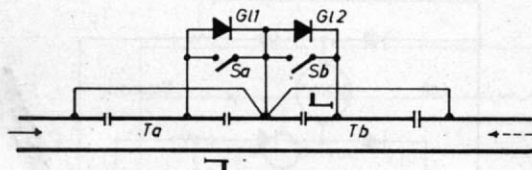

Abb. 5. Schaltbild für den reinen Oberleitungsbetrieb mit Gleichstrom, vorgeschlagen von Herrn Ing. H. Knopf, Graz. Die Trennstellen liegen in der Oberleitung.
D) Wendezüge im „ehrlchen“ Oberleitungsbetrieb (Abb. 5)
Die Schaltung für den Oberleitungsbetrieb mit Gleichstrom zeigt Abb. 5 und wurde von Herrn Ing. H. Knopf, Graz, eingesetzt:
Hinsichtlich der Lage der Trennstrecken in der Oberleitung ist zu beachten, daß sich die Trennstrecke Ta direkt vor dem Signal befindet, wenn bei einer Fahrt von links nach rechts (ausgezogener Pfeil in Abb. 5) die Lok vorn am Zug ist. Trennstrecke Tb muß sich dann – da für die Gegenrichtung „zuständig“ (gestrichelter Pfeil) – etwa 1 Zuglänge vor dem Signal befinden.
Die Trennstrecken sind nur in der Oberleitung erforderlich. Das Gleis selbst kann ohne Unterbrechung durchlaufen und ist in seiner Gesamtheit in Abb. 5 durch den unteren durchgezogenen Strich symbolisiert.“
Abb. 5. Zwei mit der MKD 6 gekuppelte Piko-Wagen mit festen Puffern auf einem gebogenen Fleischmann-Gleis mit Normalradius. Die beiden unteren Puffer berühren sich gerade ohne zu klemmen, wenn die Kupplung so montiert ist, daß die Stirnseiten der Federkästen mit der Vorderkante der Pufferbohle abschließen.